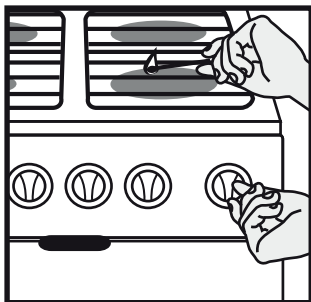

Fig. 2
Encendido manual quemadores cubierta (fig. 2)
- 4-. Acerque un fósforo encendido o un chispero accionado hacia el quemador seleccionado (fig. 2)